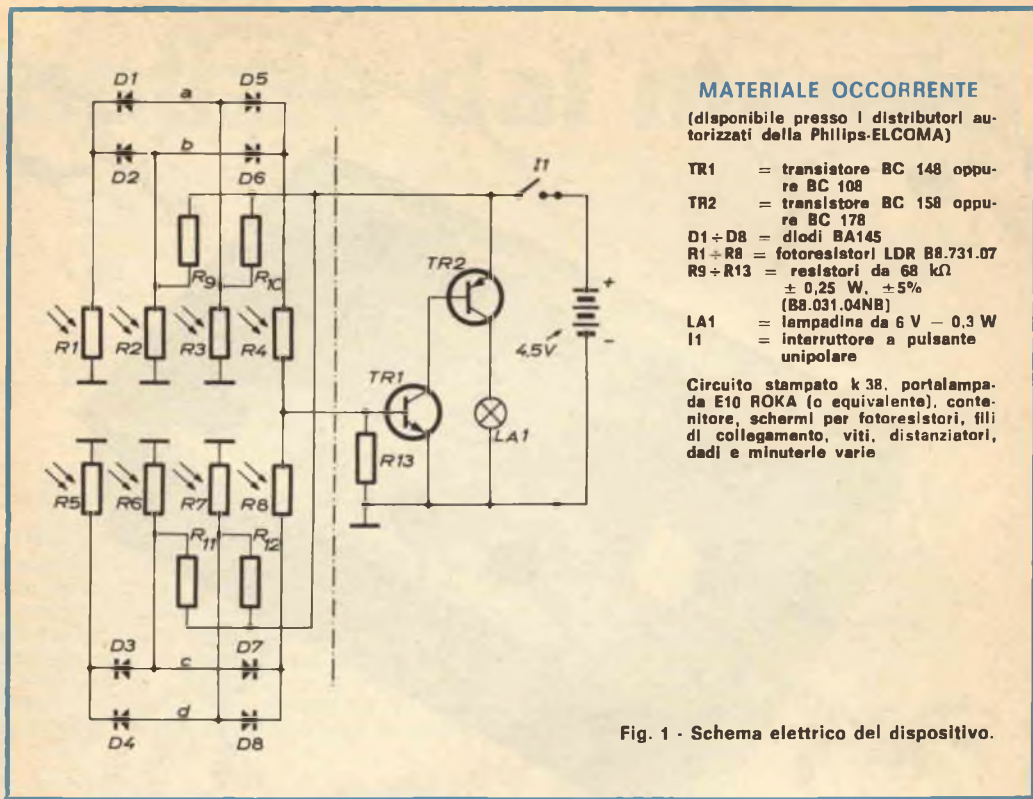

Fig. 1 - Schema elettrico del dispositivo.
**Descrizione del circuito** - Le "mosse" che deve fare il contadino possono essere controllate "elettronicamente" con il circuito della *fig. 1*, il quale segnala al giocatore, mediante accensione di una lampadina, le eventuali situazioni pericolose. A questo scopo il circuito può essere diviso in due parti:
- la prima che analizza la situazione (parte del circuito della *fig. 1* a sinistra della linea tratteggiata);